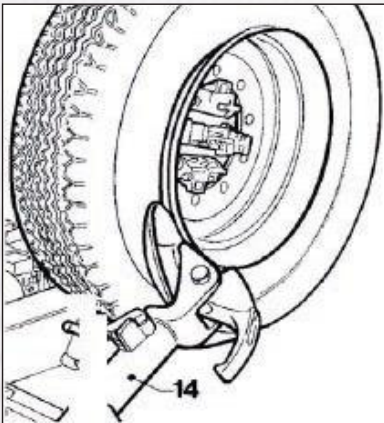
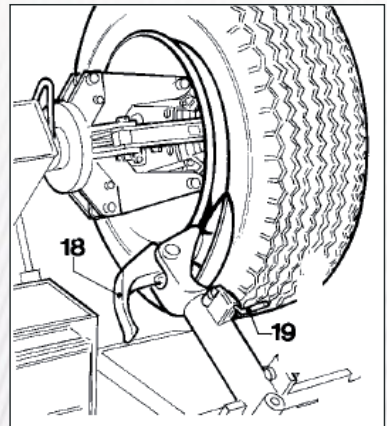

Рисунок 14
Рисунок 15
- 3) Установите кронштейн съемного рычага покрывшки 14 (рис. 14) в рабочее положение и дайте ему зафиксироваться.
- 4) При помощи переносного блока управления маневрируйте колесом до тех пор, пока внешняя часть обода не появится из-за диска (рис. 14).
- 7) Отведите кронштейн съемного рычага покрывшки 14 (рис. 14) в сторону и установите его в не рабочее положение, отжав его установочную рукоятку, затем переведите его во второе рабочее положение (рис. 15).
8) Нажмите на рукоятку установки съемного рычага 19 (рис. 15) и поверните головку рукоятки на 180°, пока он автоматически не зафиксируется.